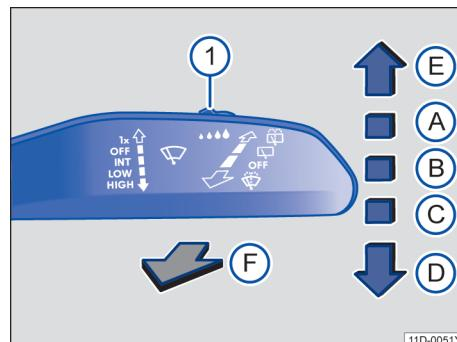

图 72 操作车窗玻璃刮水器
- (A) 车窗玻璃刮水器已关闭。
- (B) 对车窗玻璃进行间歇刮水。
- (C) 慢速刮水。
- (D) 快速刮水。
- (E) 点动刮水 - 短促刮水。
- (F) 拉住操作杆时用于清洁车窗玻璃的刮水和自动清洗功能。
- (G) 后风窗刮水器间歇刮水。风窗刮水器约每 6 秒钟刮一次。
- (H) 将操作杆拨至该位置，系统立即启动清洗/刮水功能，清洗后风窗。
- (I) 使用开关→图 72①调节雨量传感器的灵敏度。